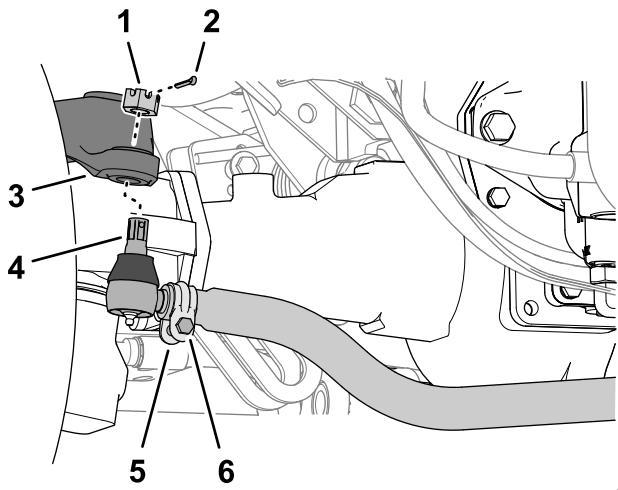

Figure 107
1. Sur l'essieu arrière, retirez la goupille fendue et l'écrou fendu de chaque embout de biellette (Figure 107).
3. Desserrez les colliers aux deux extrémités des biellettes (Figure 107).